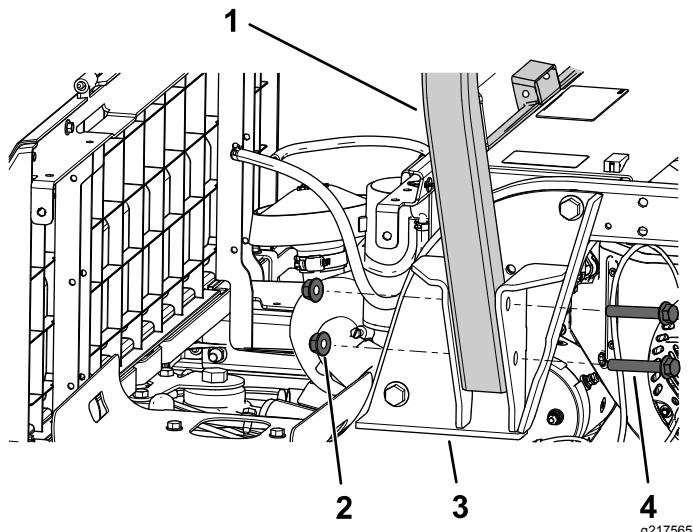

図 19
1. ROPS の片側を、ROPS ブラケットに固定するフランジヘッドボルト $\frac{1}{2} \times 3\frac{1}{2}$  インチ 2 本、ロックナット $\frac{1}{2}$  インチ 2 個を使用して図 19 のように取り付ける。